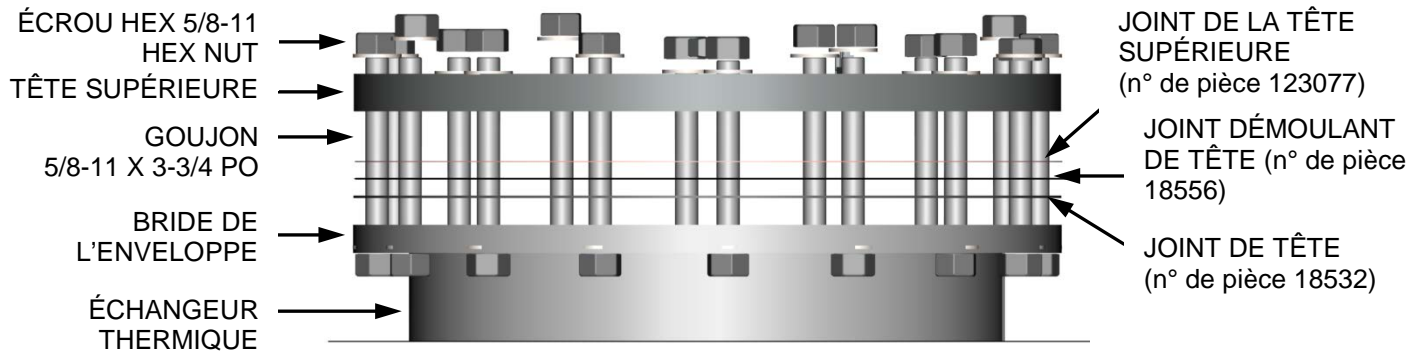

Figure 6-7. Configuration de tête de style plat
La paroi ayant contact avec l'eau des surfaces de chauffage peuvent être inspectée en enlevant la tête du chauffe-eau (voir la figure 6-7). Avant de procéder à l'inspection, s'assurer que les joints de rechange suivants soient disponibles :
5. Retirer les écrous et les vis capuchons de la partie supérieure de la tête. Retirer la partie supérieure de la tête et le joint de tête (voir la figure 6-7).